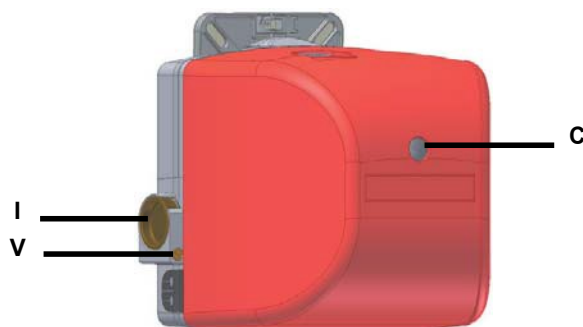

Fig. 10
- 2 Démarrer le brûleur en mettant l'interrupteur principal sur ON et en fermant la série thermostatique : en cas de blocage, appuyer sur le bouton. RESET (C) sur le couvercle du brûleur (voir Fig. 10)